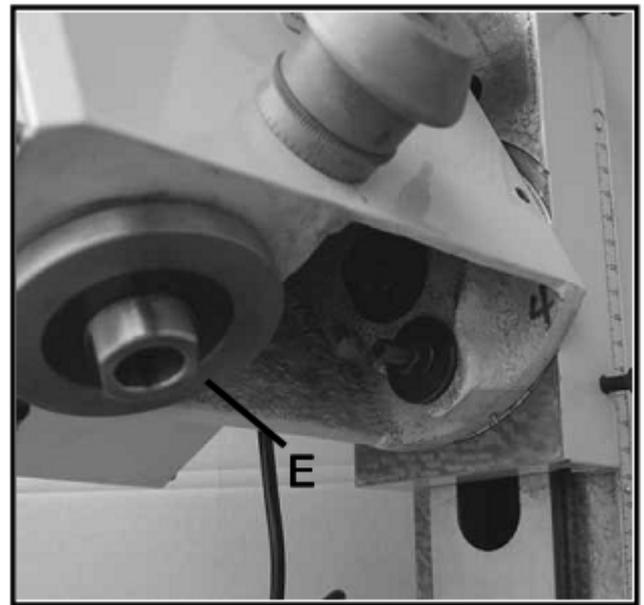

Рисунок 29
- Удерживая шпиндель за лыски (E, рис. 29), при помощи рожкового ключа на 25 мм, отверните штремель на 3 – 4 оборота.